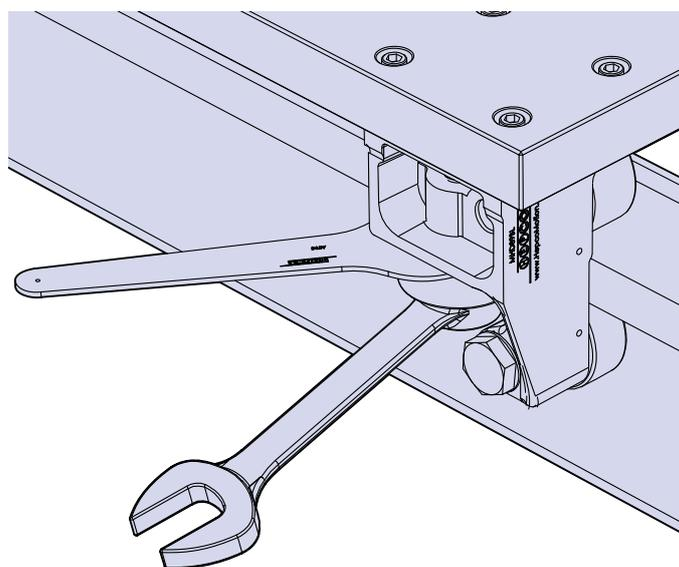

Figure 5
18. Réglez les galets latéraux excentriques (repère 6) des blocs réglables par la méthode suivante : desserrer la vis de fixation (repère 9) à l'aide d'une clé standard à fourche ou à douille de 41 mm, de façon à pouvoir faire tourner la douille excentrique (repère 8) avec un effort modéré à l'aide d'une clé plate de 40mm Hepco AT95. Faites tourner la douille par rapport à la tête de la vis, dans le sens inverse aux aiguilles d'une montre, jusqu'à ce que le galet touche le rail. Serrez la vis à 250Nm environ, tout en maintenant la position de la douille avec la clé AT95. Enfin, vérifiez le contact du galet en le faisant tourner à la main contre le rail. Si le galet patine avec difficulté, modifiez le réglage de la douille. La méthode de réglage ci-dessus est illustrée par la figure 5.